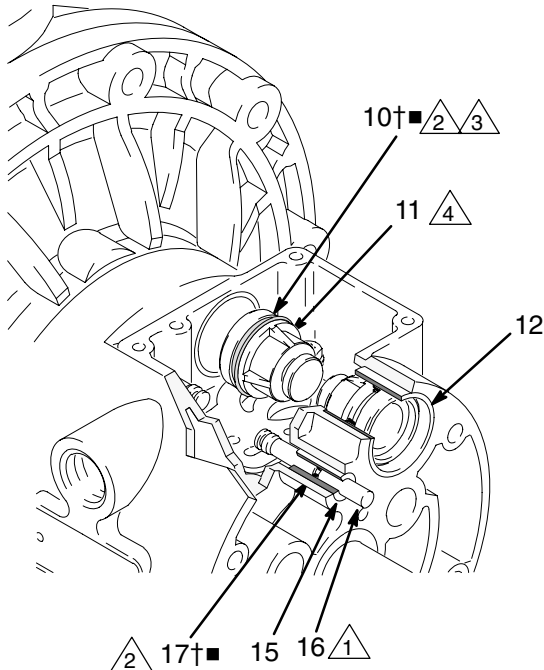

Fig. 9
4. Trek de twee aandrijvingszuigers (11) uit de lagers (12). Verwijder de U-vormige pakkingen (10†■) van de zuigers. Trek de regelpennen (16) uit de lagers (15). Verwijder de O-ringen (17†■) van de regelpennen. Zie Fig. 9.
6. Inspecteer de lagers (12, 15) zonder ze te verwijderen. Zie Fig. 9. De lagers zijn conisch, en moeten, indien beschadigd, vanaf de buitenzijde worden verwijderd. Hiervoor is het nodig het vloeistofgedeelte uit elkaar te halen. Zie pagina 22.
4. Breng een O-ring aan (17†■) op elk van de regelpennen (16). Vet de pennen en O-ringen in. Steek de pennen in de lagers (15), met het **smalle** eind eerst. Zie Fig. 9.
5. Breng een U-vormige pakking (10†■) aan op elke aandrijvingszuiger (11), zodanig dat de lippen van de pakkingen naar het **smalle** einde van de zuiger gericht zijn. Zie Fig. 9.
6. Smeer de U-vormige pakkingen (10†■) en aandrijvingsstangen (11). Steek de aandrijvingszuiger in de lagers (12), met de **brede** kant eerst. Laat het smalle einde van de zuigers uitsteken bloot. Zie Fig. 9.